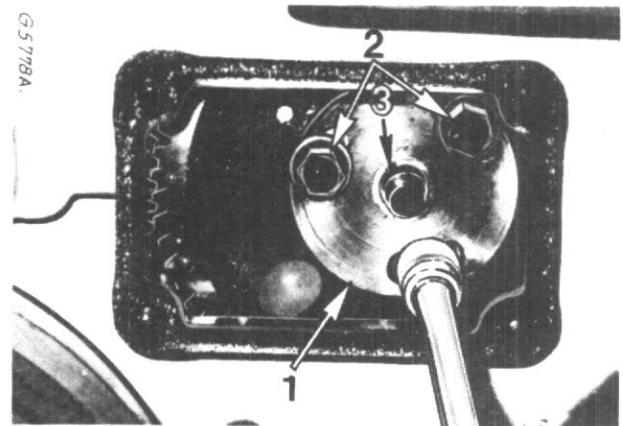
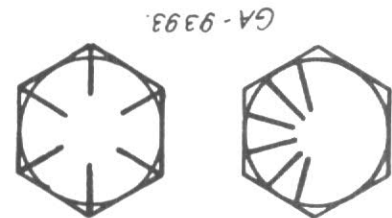

Figure 203
Figure 204
7. Fixez le moyeu (1) fig. 203 à l'aide des vis spéciales (6 traits, fig. 204) et des rondelles en acier. Serrez légèrement les vis (2) fig. 203.